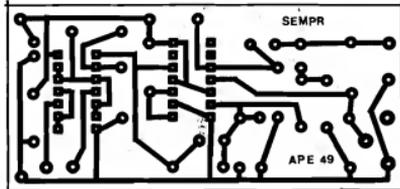

Fig.2
- FIG. 2 - LAY OUT DO CIRCUITO IMPRESSO ESPECÍFICO - O padrão cobreado de ilhas e pistas, necessário à interligação dos componentes do SEMPR sobre sua placa de fenolite, encontra-se na figura em tamanho natural (escala 1:1), podendo então ser copiado diretamente para a confecção... Os "vetegãos" já estão "carecas" de saber, mas os eventuais "começantes" precisam ser avisados: as partes negras, no desenho, correspondem às áreas que restarão cobreadas após a corrosão, enquanto que as áreas brancas referem-se às partes que ficarão livres do cobre... Isso quer dizer que, após obter uma placa de fenolite virgem, nas dimensões indicadas, o padrão da fig. 2 deve ser cuidadosamente "carbonado" sobre a sua face cobreada, seguindo-se o processo de